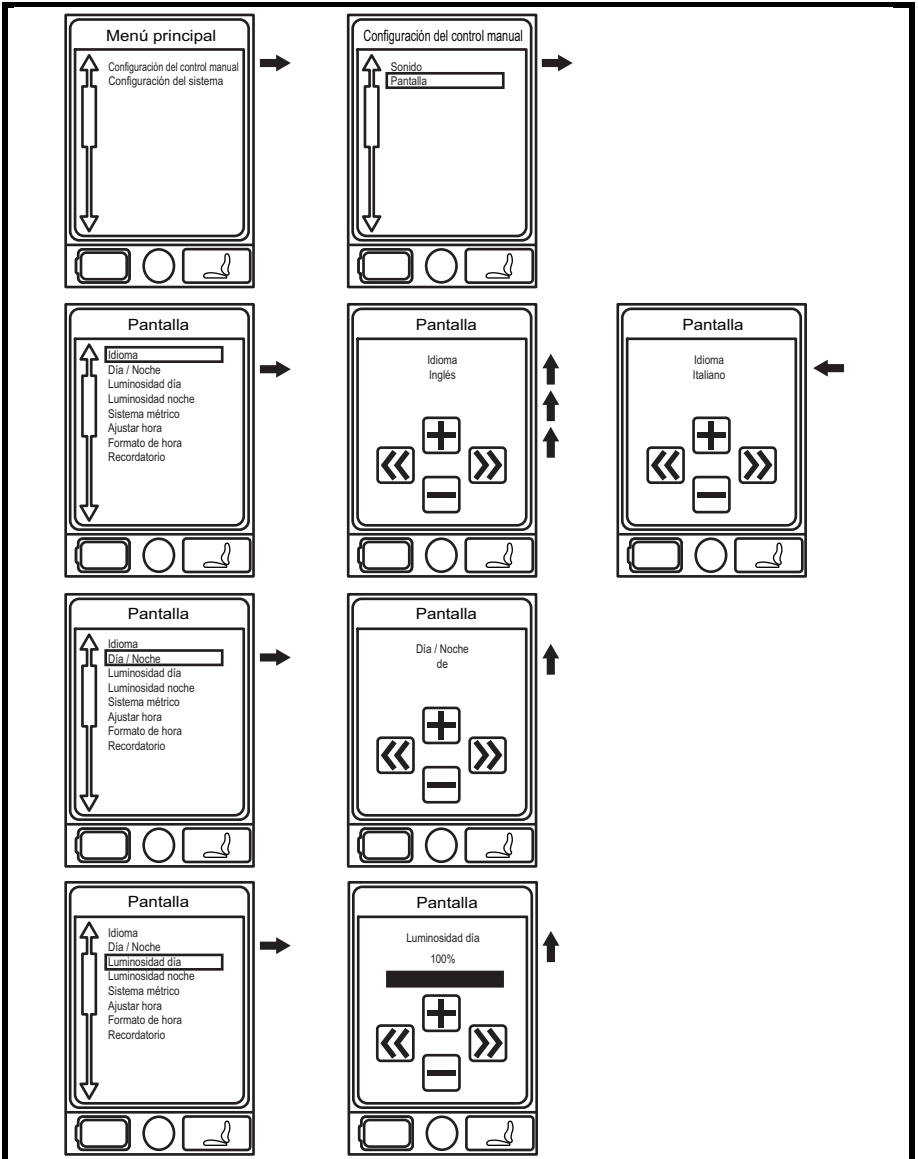

Figura 2A. Pantallas de menú
2. Pulse el botón de menú para acceder a la pantalla del menú principal. **Ver figura 2A.**
3. Resalte la opción Control manual con la palanca de mando y luego empuje la palanca hacia la derecha para seleccionar dicha función. **Ver figura 2A.**
6. Empuje la palanca de mando hacia arriba hasta que aparezca el idioma deseado. **Ver figura 2A.**